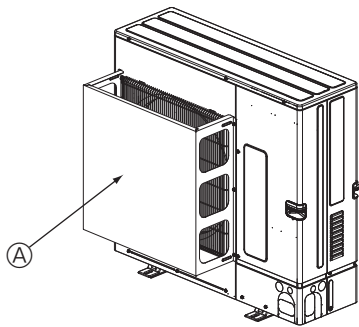

Fig. 2-4
- ② ติดตั้งอุปกรณ์เสริมแผงป้องกันลม หากเครื่องติดตั้งในบริเวณที่อาจมีลมแรงจากใต้ฝุ่น ฯลฯ พัดเข้าสู่ช่องลมออกโดยตรง (Fig. 2-4)